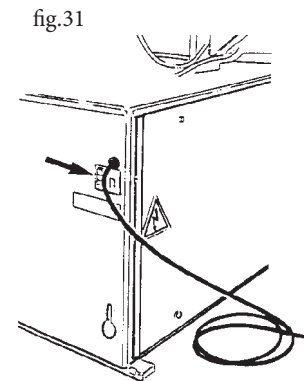

fig.31
indicata sulla targa della macchina (come indicato in fig.31).
- Check that the mains supply tension is the same as that shown on the registration plate (as shown in fig.31).
de l'appareil (voir fig. 31).
- Die Übereinstimmung der Leitungsspannung mit der auf dem Matrikelschild angegebenen überprüfen (wie in Abb. 31).
chapa de la máquina (como indica la fig. 31).